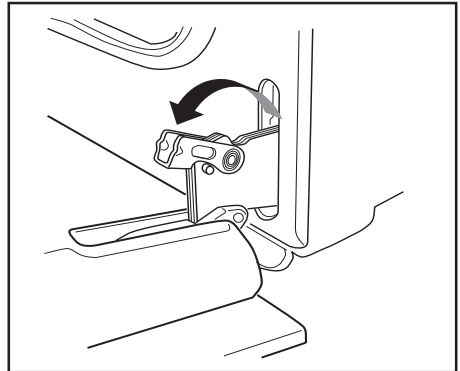

Figura 2
- 3) ridicați și rotiți pârghiile de pe cele două balamale (Figura 2);